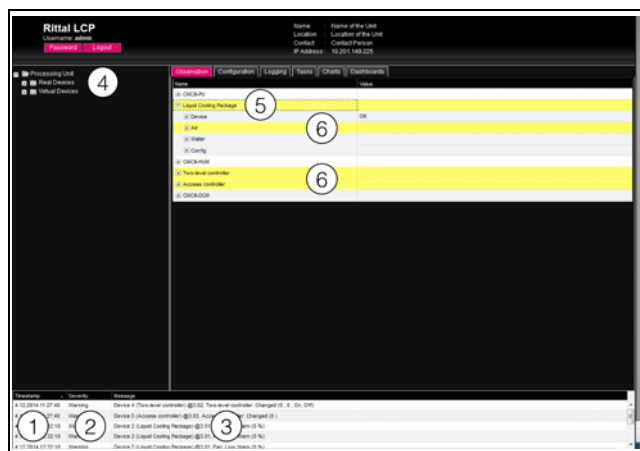

Рис. 75: Структура отображения сообщений
1. Timestamp: дата и время, когда появилось сообщение об ошибке (рис. 75, поз. 1).
2. Severity: серьезность возникшей ошибки. Различают предупреждения ("Warning") и тревоги ("Alarm") (рис. 75, поз. 2).
3. Message: текст сообщения об ошибке (рис. 75, поз. 3).
- Левая область (область навигации): символ перед компонентом, с которым произошла ошибка, в области навигации отображается красным цветом при тревоге, желтым цветом при предупреждении (рис. 75, поз. 4).
- Правая область (область конфигурирования): на вкладке **Observation** сам компонент и тот параметр, к которому относится предупреждение или тревога, отображается соответственно красным или желтым цветом (рис. 75, поз. 5 и 6).